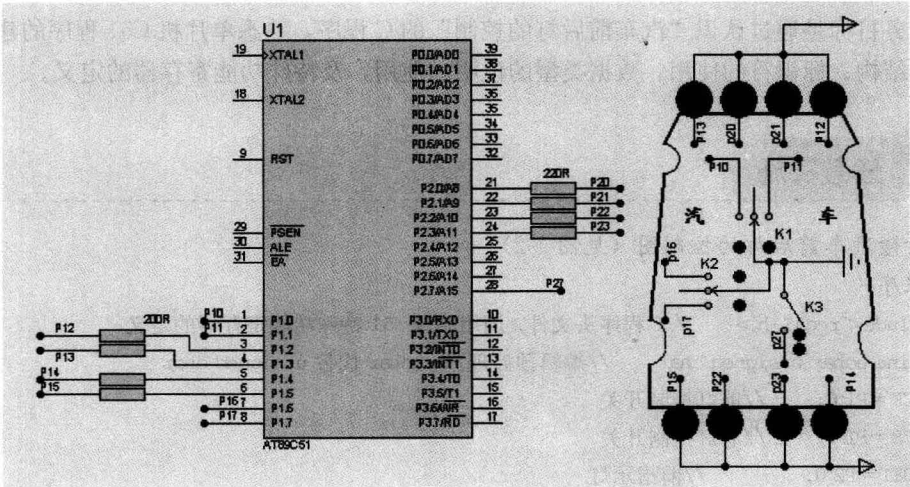

图 1-1 汽车灯的控制
(1) 发光二极管是常用的输出指示器件，通常用于系统的运行状态及数据信息。如图 1-1 所
(1) 在 PROTUES 环境下打开光盘中的“项目一”文件夹中的“P1.DSN”文件,进入如图 1-1 所示的界面。
(2) 单击界面左下方播放器的“Play”按钮,然后分别拨动开关 K1、K2 和 K3,仔细观察电路图及运行结果,记录所看到的运行过程。
(3) 如何才能实现汽车灯的控制呢?